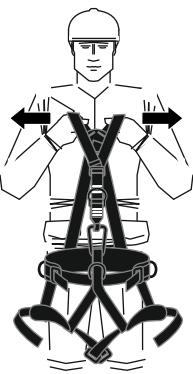

рис. 3
3. Взять привязь за наплечные лямки и развести их в стороны (**рис. 3**), набедренные лямки должны быть растянуты.